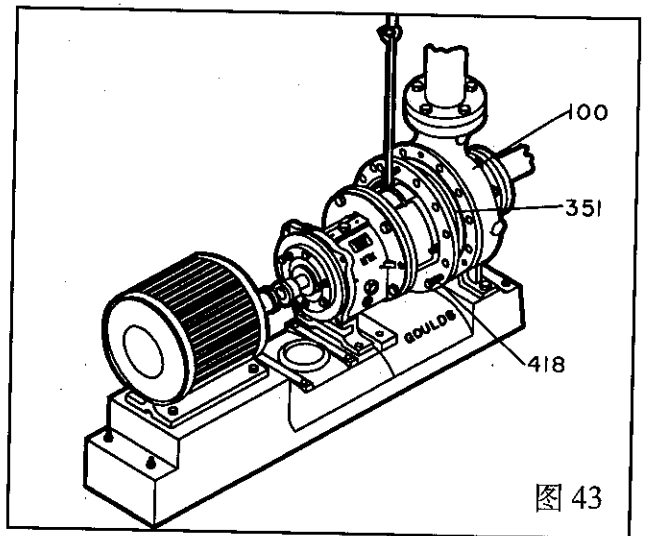

图 43
11. 均匀旋紧推顶螺栓(418)将后拉组件逐渐后移, 直至将组件从泵壳(100)内拉出(图 43)。